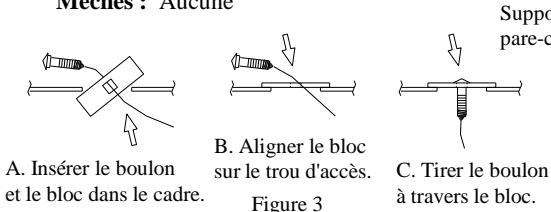

Figure 3
- Enlever le bouchon de caoutchouc dans le bas des deux longerons. Enlever les attaches de câble en plastique autour des longerons à trois (3) endroits de chaque côté, à l'aide d'un tournevis, d'un écarteur de panneau ou d'une pince.
- Enlever les boulons M14 sur l'extérieur des deux (2) longerons de chaque côté. Les remettre au propriétaire.
- Poser le petit support comme illustré à la figure (2) à l'aide de boulons M14 et leurs rondelles coniques. Des deux côtés.
- Enlever un (1) boulon M14 de chaque côté dans le bas du longeron. Poser le boulon de carrosserie et son espaceur dans le trou carré du longeron en utilisant la méthode du fil de tirage inversé (laisser le fil lié à la visserie). Voir la Figure 3. Poser l'autre boulon M14, rondelle conique et espaceur, et visser le début de filetage dans le support de pare-chocs.